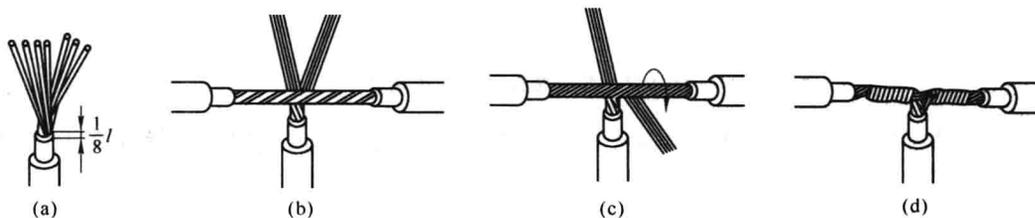

图 1-7 多股芯线的 T 字形连接
多股芯线 T 字形连接的方法步骤如图 1-7 所示。
(1) 剥好干线和支线的绝缘层,把支线线头散开拉直,再把支线线头靠绝缘侧的约 $1/8$ 线头绞紧,如图 1-7(a)所示。
(2) 其余 $7/8$ 线头分为 3 根、4 根两组,放到干线芯线的后面,如图 1-7(b)所示。
(3) 把 3 根组线头按顺时针方向贴紧干线芯线缠绕 3~4 圈,剪去多余的线头,钳平线端,如图 1-7(c)所示。
(4) 把 4 根组线头按逆时针方向贴紧干线芯线缠绕 4~5 圈,剪去多余的线头,钳平线端,如图 1-7(d)所示。